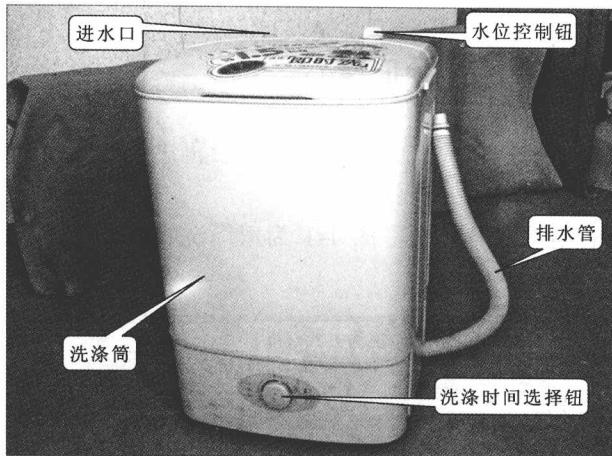

图 1-3 海尔小小神童迷你型洗衣机整机结构
① 图 1-3 为海尔小小神童迷你型洗衣机整机结构。从图中可以看到，该洗衣机由洗涤筒、排水管、进水口和水位控制钮及洗涤时间选择钮组成。